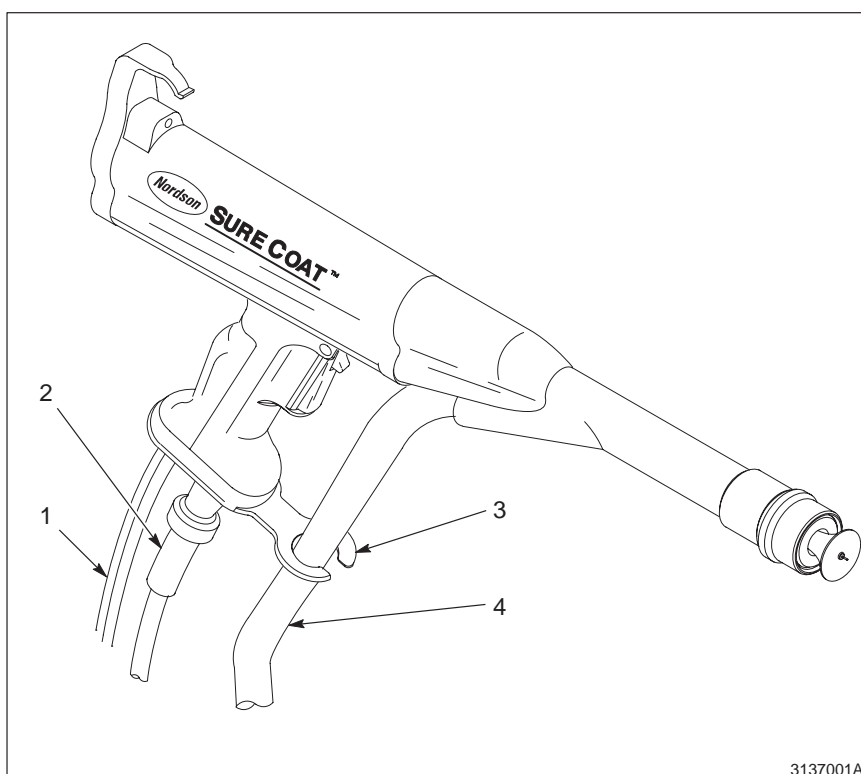

Abb. 3-1 Sprühpistolenanschlüsse
1. Siehe Abbildung 3-1. Zuführschlauch (4) von der Pumpe mit dem Schlauchanschluß an der Unterseite des Pulvereinlaßgehäuses verbinden. Schlauch zusammendrücken und in die vom Pistolengriff ausgehende Schlauchführung (3) stecken.